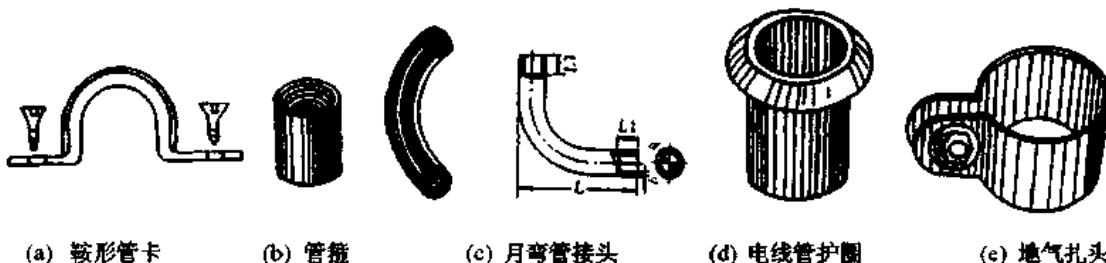

图 2-37 电线管配件
(1) 厚壁钢管 又称水煤气管、白铁管。潮湿、易燃、易爆场所和直埋于地下的电线保护管必须选用厚壁钢管。厚壁钢管有镀锌和黑色管之别,黑色管是没经过镀锌处理的钢管。
(2) 薄壁钢管 又称电线管,适合一般场合进行管道配线,也有镀锌管和黑色管之分。
(3) 电线管配件 是指管道配线所用的配件,主要有:
① 鞍形管卡 用 1.25mm 厚的带钢冲制而成,表面防锈层有镀锌和烤黑两种,外形如图 2-37(a)所示,用来固定金属电线管。鞍形管卡有不同规格,以适应各种电线管的安装固定。
② 管箍 又称管接头,用带钢焊接而成,表面平整,防锈层有镀锌和涂黑漆两种,作连接两根公称口径相同的电线管用。管箍分薄管和厚管管箍两种。外形如图 2-37(b)所示。
③ 月弯管接头 又称弯头,用带钢焊接而成,防锈层有镀锌和涂黑漆两种,用来连接两根公称口径相同的管,使管路作 90°转弯。外形如图 2-37(c)所示。
④ 电线管护圈 又称尼龙护圈,用聚酰胺(尼龙)或其他塑料塑制而成,将它装于电线管管口,使电线电缆不致被管口棱角割破绝缘层。
电线管护圈下端呈管状,外径与电线管管口紧密配合,上端呈圆锥形,且大于管口,不致掉落于电线管内。外形如图 2-37(d)所示。护圈分薄管用护圈和厚管用护圈,有各种不同规格,以
⑤ 地气扎头 又称地线接头、保护接地圈等。将它装在金属电线管上，作为电线管保护接地的接线端子，供连接地线，使整条管路的管壁与地妥善连接，以保证用电安全。它用钢板冲制而成，表面镀锌铜合金防锈。其内径比同规格电线管外径略小，安装在电线管上紧密不松动，保证接触良好。外形如图 2-37(e)所示。